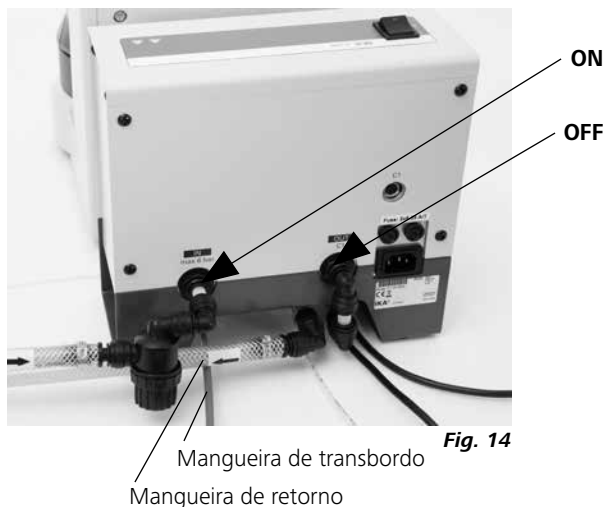

Fig. 14
Ligação das peças X/Y C 1 para o aquecimento C 1.20, ver Fig. 14
- Se ligar a uma torneira de água: Certifique-se de que a mangueira de retorno e a mangueira de transbordo do C 1 estão suspensas numa pia, ver Fig. 14.